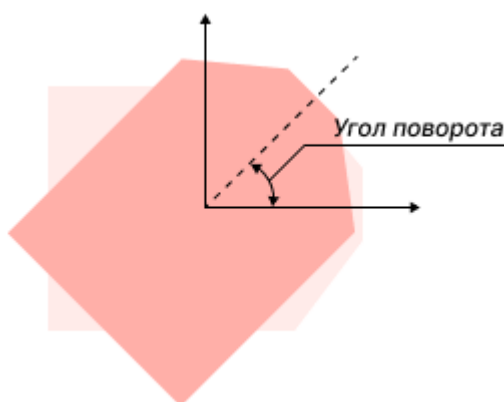

Рис. 147 Поворот апертуры
- Угол поворота – величина угла поворота горизонтальной осевой линии апертуры против часовой стрелки, значение может быть задано в диапазоне 0 – 359° с шагом 1°, см. Рис. 147.